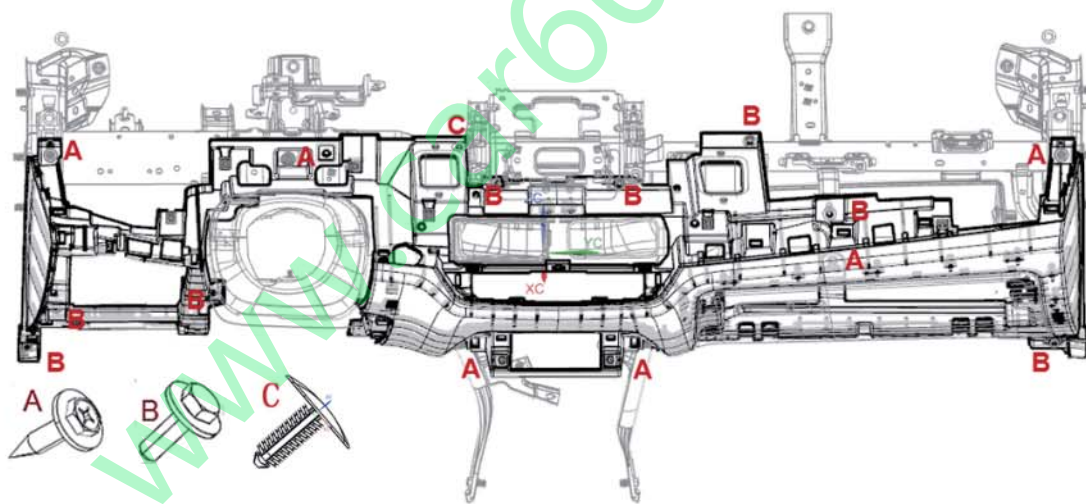

图 1-24 仪表板下本体安装结构示意图
(1) 拆卸仪表板下本体前需确认仪表板上本体, 副仪表板总成已拆除;
(2) 用 10#套筒或者十字螺丝刀拆卸六个 Q2756319F31A+Q42263 (十字槽凹穴六角头自攻螺钉和大垫片组合件) 图 1-24 中 A 型紧固件;
(3) 用 10#套筒拆除八个 Q150B0620T1F61+Q40206 (六角头螺栓和大垫圈组合件), 并拆除一个叶子片卡扣 BYDQ832B0515, 如图用 C 表示紧固件;
(4) 断开脚步照明灯, 杂物箱照明灯及控制开关接插件, 回风管的接插件, 断开 PM2.5 进气管与下本体的连接。以及拆下前舱开启手柄, 取走仪表板下本体。